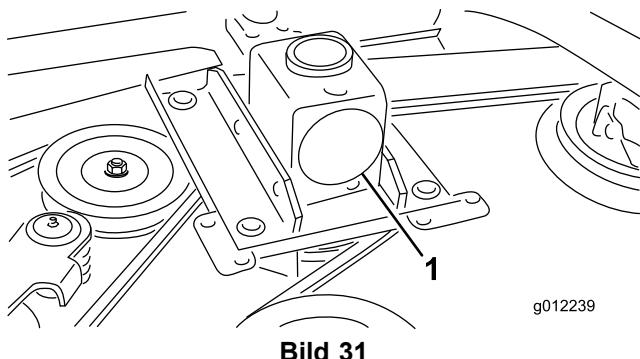

Bild 31
2. Schieben Sie die Spannscheibe mit einem Schraubenschlüssel oder einem ähnlichen Werkzeug (Bild 30) vom Treibriemen und lassen Sie den Riemen von der Getriebespannscheibe rutschen (Bild 31).